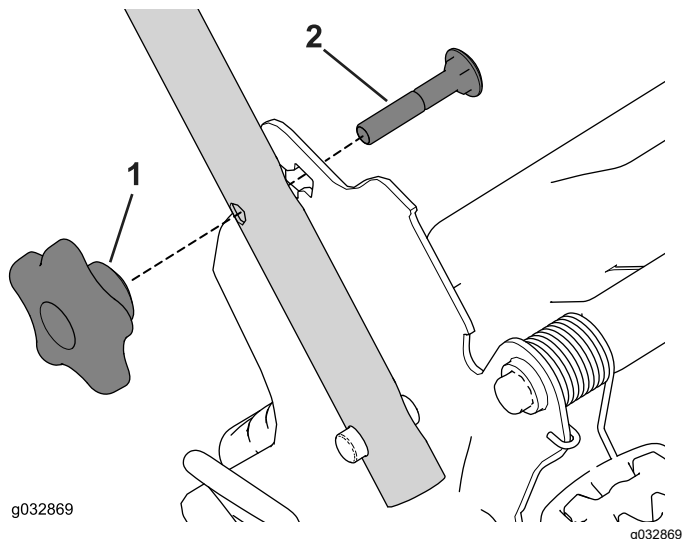

Figura 22
1. Togliete e conservate le 2 manopole della stegola e i 2 bulloni a testa tonda dalle staffe della stegola (Figura 22).